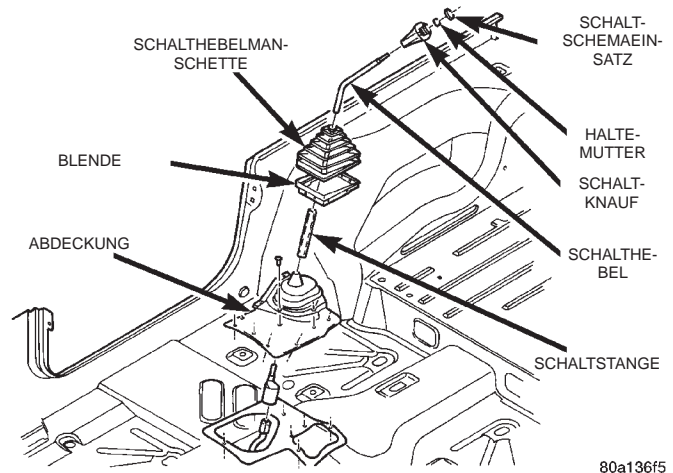

Abb. 63 Schalthebelmanschette
(1) Mit einem Hartkunststoffstab die Schalthebelmanschette von der Blende abhebeln.
(2) Mit einer schmalen flachen Klinge den Schalt-schemaeinsatz vom Schalthebel abhebeln.
(3) Haltemutter lösen, mit der der Schaltknauf am Schalthebel befestigt ist (Abb. 63).
(4) Schaltknauf abbauen und Schalthebelmanschette über den Schalthebel ziehen.